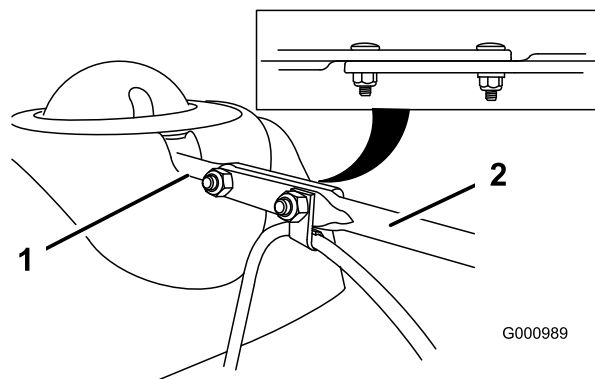

Bild 14
3. Richten Sie das abgeflachte hintere Ende der langen Auswurfschaltstange mit dem abgeflachten vorderen Ende der kurzen Stange aus, die aus dem Armaturenbrett herausragt, sodass beide eingreifen (Bild 14).